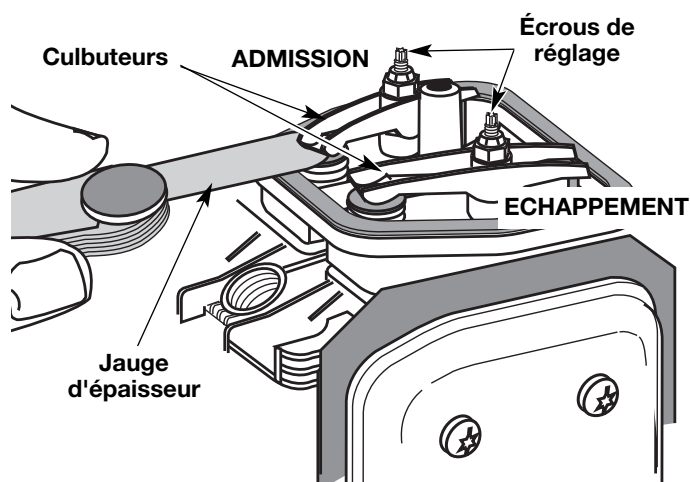

Fig. 26
8. Glissez la jauge d'épaisseur entre le culbuteur et le ressort de rappel de la soupape. Mesurez le jeu entre la tige de soupape et le culbuteur (Fig. 26 & 27). Faites-le pour les soupapes d'admission et d'échappement.